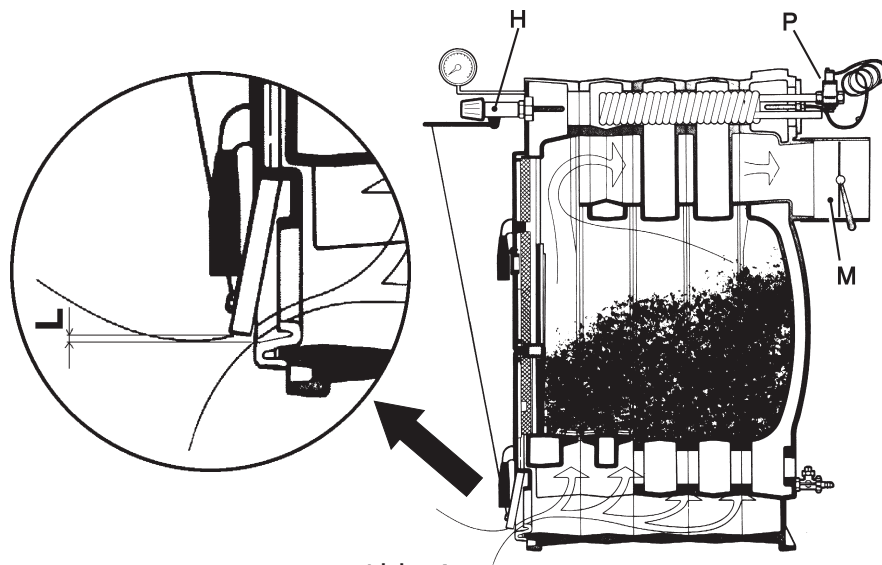

Abb. 4
5. Die Stellschraube der Luftklappe so regulieren, dass bei angelehnter Klappe auf jeden Fall ein Luftdurchlass von höchstens ca. 1 - 2 mm bleibt. Den Regelthermostat bei kaltem Kessel auf 60° einstellen. Die Kette an der Öse der Luftklappe einhängen und ihre Länge so regulieren, dass der Luftdurchlass „L“ (Abb.4) circa 15 mm für „Koks III“ und 2 mm für „Holz“ beträgt.
- 1 Die Kette und die Verschalung des Thermostatreglers „H“ entfernen (siehe Abb. 4)